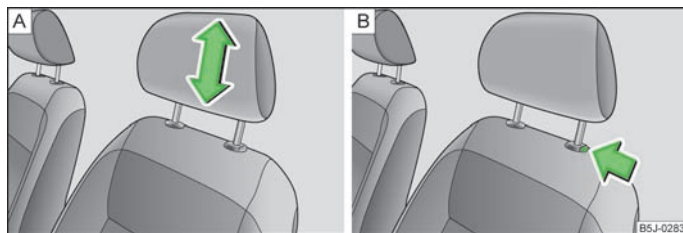

Fig. 38 Appuie-tête : réglage/démontage
- Attrapez l'appuie-tête par les côtés des deux mains et poussez-le vers le haut dans la position souhaitée » fig. 38 - [A].
- Si vous souhaitez abaisser l'appuie-tête, appuyez et maintenez la touche de verrouillage » fig. 38 - [B] d'une main et poussez en même temps l'appuie-tête vers le bas de l'autre main.
- Poussez la touche de verrouillage dans le sens de la flèche » fig. 38 – [B] et retirez l'appuie-tête.